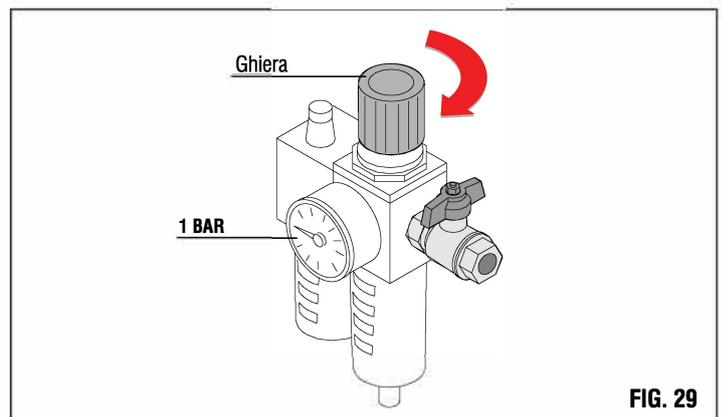

FIG. 29
- 5) Aprire il regolatore di pressione ruotando la ghiera in senso orario fino ad ottenere una pressione pari ad 1 bar (fig.29).